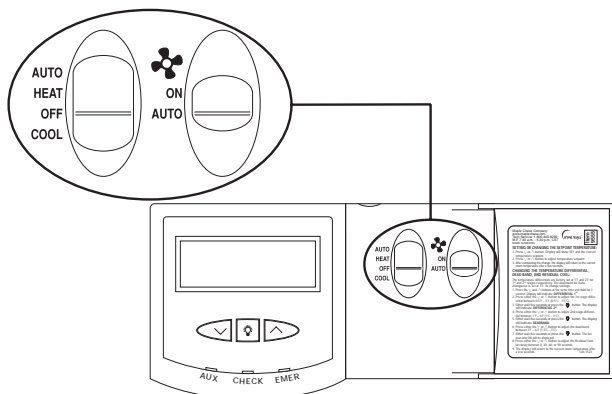

Figura 2
2. Coloque AUTO-HEAT-OFF-COOL en OFF (apagado) (Figura 2).
3. Coloque el interruptor  -ON-AUTO en la posición AUTO (Figura 2).